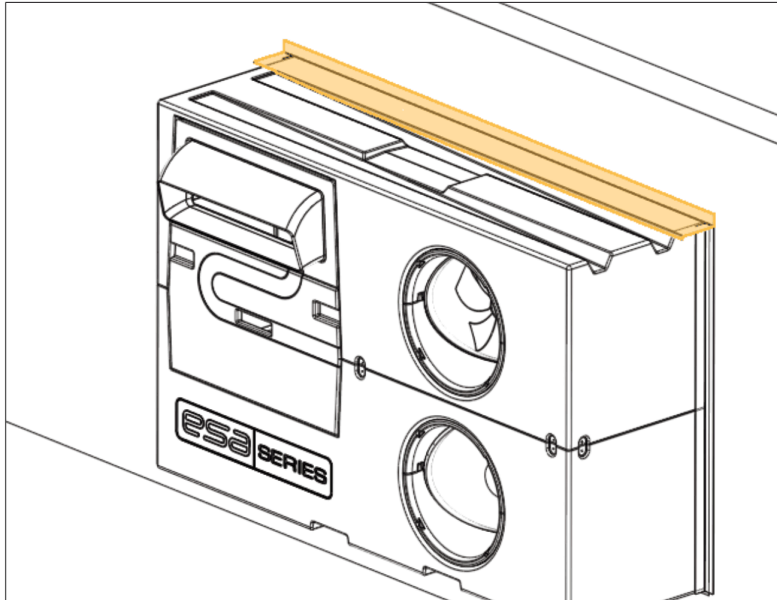

Figure 12 Alignement de la moulure d'égouttement du haut
- c. Vissez les vingt (20) vis 3" #8 (item 4) dans chacun des trous restants des quatre (4) contours.
- a. Par l'extérieur, installer une moulure d'égouttement sur le dessus de l'échangeur. Le côté de la moulure parallèle au mur doit être placé derrière le revêtement extérieur du bâtiment, tel que présenté sur la Figure 12. Visser la moulure seulement au mur.